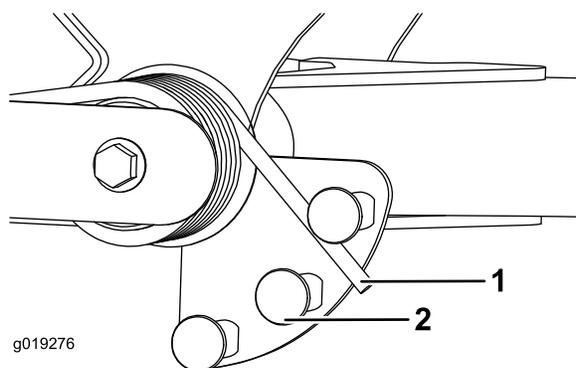

Рисунок 64
2. Вставьте трубу или аналогичный предмет в длинный конец пружины и поверните его вокруг пружинного привода в нужное положение (Рисунок 64).